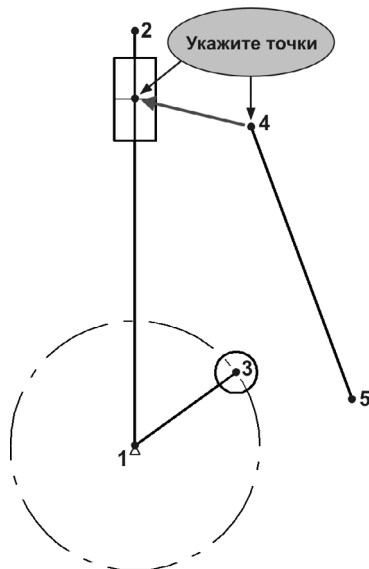

Рис. 62.18.
7. Чтобы связать ползун с шатуном, щелкните в центральной точке прямоугольника и точке 4 (рис. 62.18).